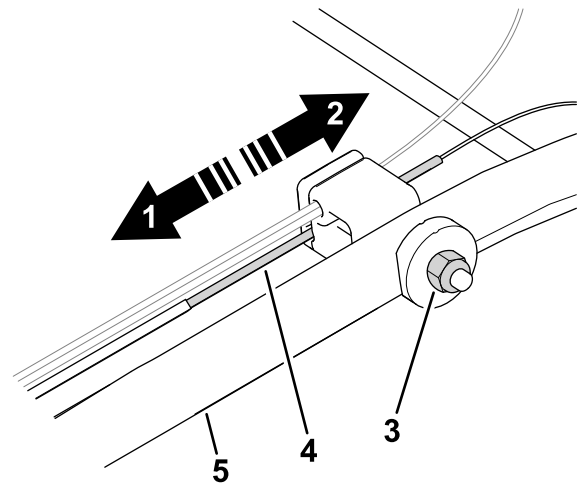

Figure 24
- Tournez l'écrou de réglage dans le sens antihoraire pour desserrer le réglage du câble (Figure 24).
- Ajustez la tension du câble (Figure 24) en le tirant en arrière ou en le poussant en avant puis en le maintenant à cette position.